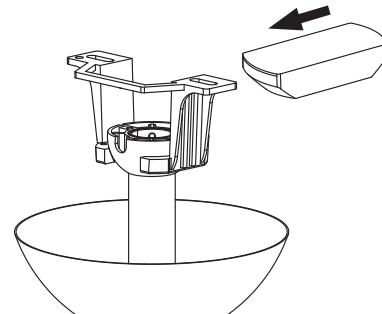

Figura 13
Paso 1. Inserte el receptor en el soporte de montaje en el techo con el lado plano del receptor orientado hacia el techo (**Figura 13**) para un mejor rendimiento, asegúrese de que el cable negro de la antena (en el extremo del receptor) permanezca extendido y no se enrede con los cables eléctricos.
Realice cada una de las conexiones de cables ilustradas en la Figura 13. Asegure cada una con las tuercas para cables proporcionadas.